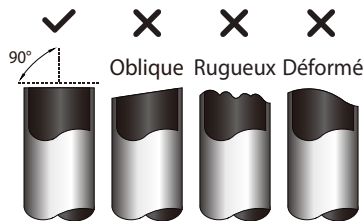

Fig. 47 – Coupe des tuyaux
- a. Coupez le tuyau à 90 degrés (voir la figure 47) au moyen d'un coupe-tube.